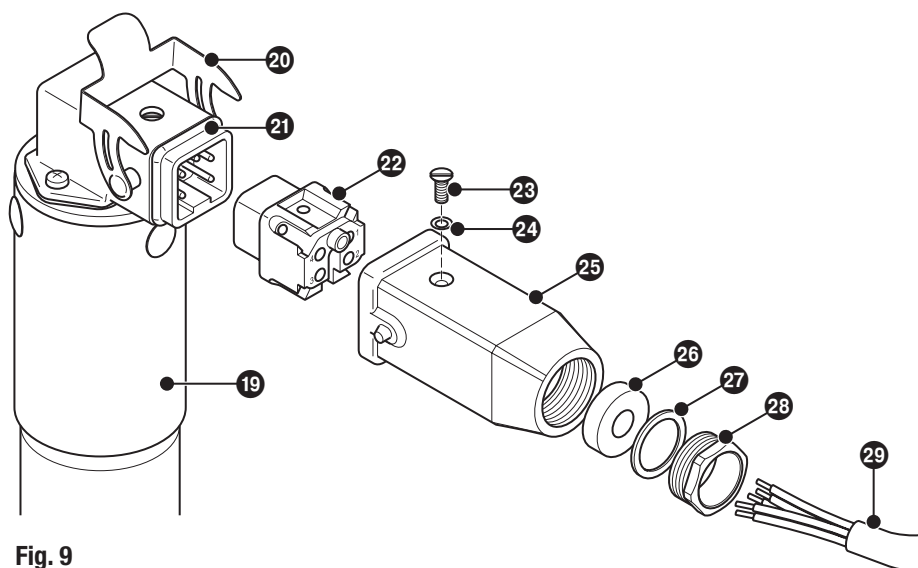

Fig. 9
1. Togliere la vite **23**. **Fig. 9**